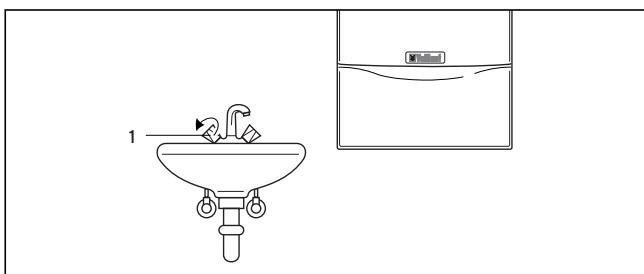

Bild B.6: Tappning av varmvatten
4.3.1 Varmvattenberedning (bild B.6)